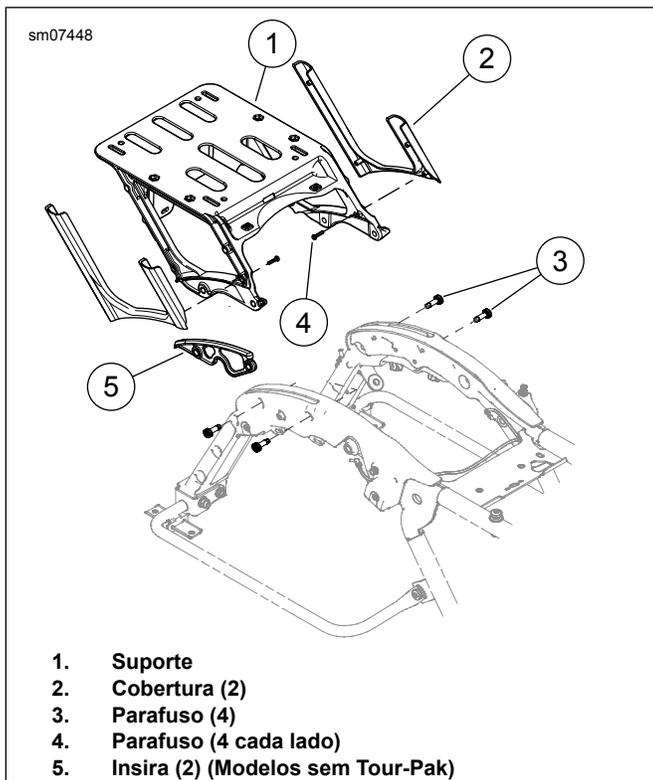

Figura 5. Suporte Tour-Pak
- a. Ver Figura 5 . Remova conectores do chicote das âncoras no suporte (1).
b. Retire os dois parafusos (3) de cada lado.
- a. Instale o suporte de placa (5) no para-choques.
- c. Instale a base da lâmpada traseira sobre suporte de placa de matrícula. Fixar com parafusos (3).
- e. Conecte a montagem da lâmpada de cauda e a lente à base da lâmpada traseira. Instale a lâmpada traseira e montagem de lente à base e fixe com parafusos (1).
4. Ver a Figura 5. Reposicionar a antena do rádio.
- a. Instale o suporte de realocação da antena (2). Fixe com o parafuso (1) e a porca previamente removida. Aperte.